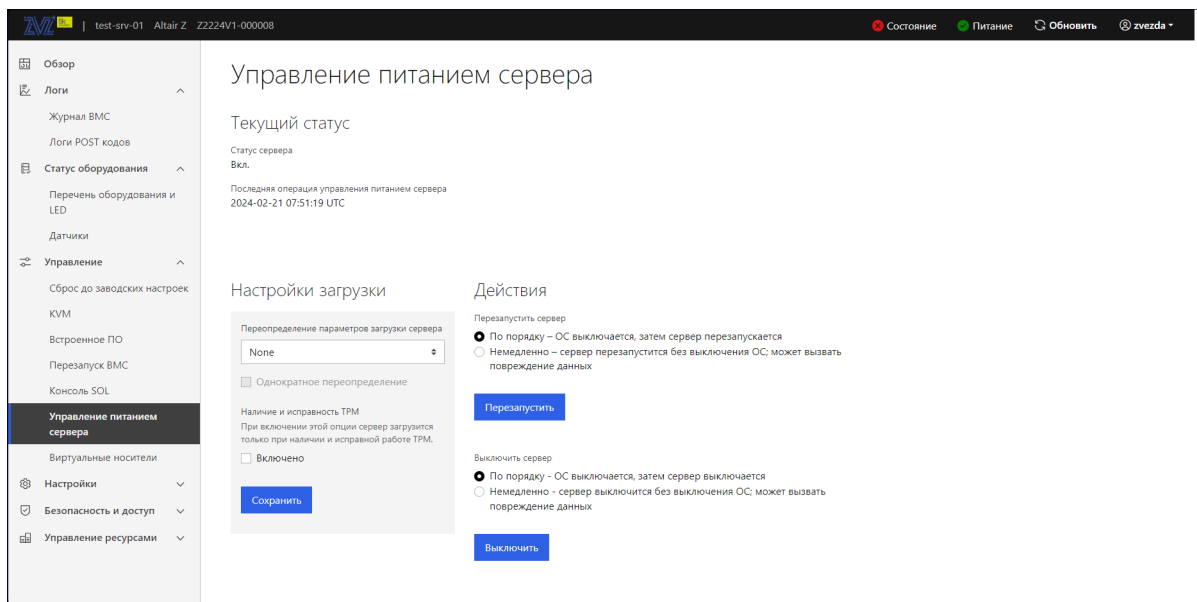

Рис. 84. Окно «Управление питанием сервера»
- 6) Пройдите во вкладку «Управление» → «Управление питанием сервера» в данной вкладке отображается текущий статус сервера, осуществляется удаленное управление питанием сервера. Во вкладке «Действия» осуществляется перезагрузка сервера или его выключение. Окно показано на рис. 84 Окно «Управление питанием сервера»